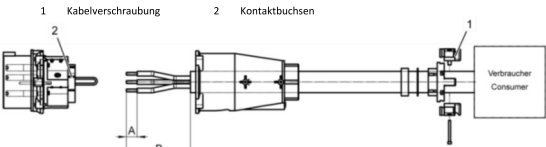
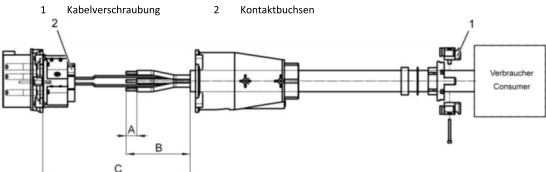
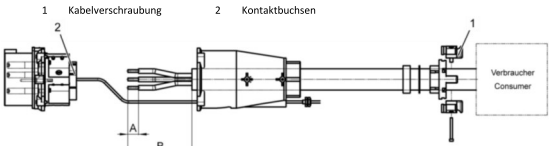

Abb. 6: Schema für Kabel ohne Pilotkontakte
Abb. 7: Schema für Kabel mit integrierten Pilotkontakten
Abb. 8: Schema für Kabel mit separaten Pilotkontakten
- Sind keine Pilotkontakte vorhanden, gemäss Abb.6 vorgehen. Pilotschlaufe kontrollieren (Abb.6/2).
- Bei integrierten Pilotkontakten gemäss Abb.7 vorgehen.
- Bei separaten Pilotkontakten gemäss Abb.8 vorgehen.
1. Kabelverschraubung (Abb.6/1, Abb.7/1, Abb.8/1) über das Kabel ziehen. Äussere Isolation in der Länge B (Abb.6, Abb.7, Abb.8) abmanteln.
2. Einzellleitungen und Pilotkabel jeweils in der Länge A (Abb.6 Abb.7, Abb.8) abmanteln.
3. Länge C (Abb.7) gibt die Länge des integrierten Pilotkontakts an.
5. Kontaktbuchse (Abb.6/2, Abb.7/2, Abb.8/2) mit dem Kabel verschrauben.